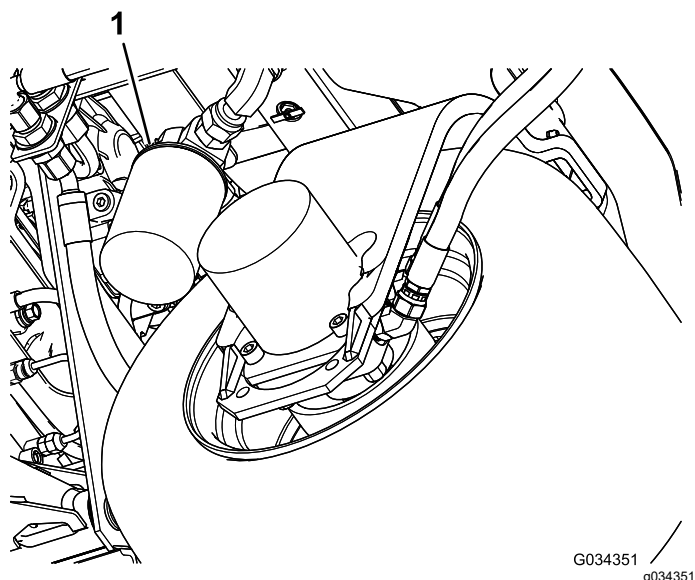

Figura 94
2. Pulite la superficie circostante il filtro. Collocate una bacinella di spurgo sotto il filtro (Figura 94), e togliete il filtro.